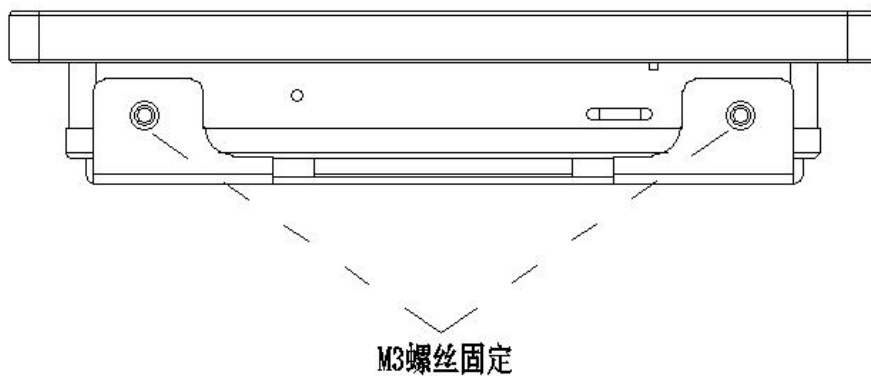

图 4-2
2、用 2 个螺丝在设备底部将设备和挂墙板拧紧锁定，如图 4-2。